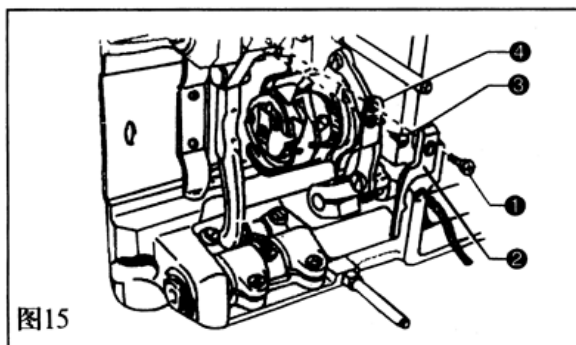
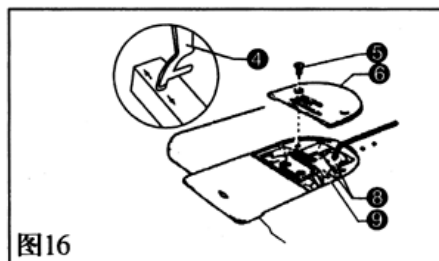
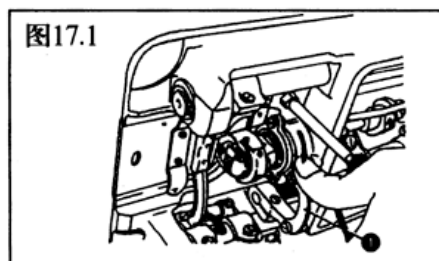

图15
图16
图17.1
### 13.1 定刀和动刀的更换 (图15、图16、图17.1 (旋刀))
2. 取下紧固螺钉①和旋梭定位钩②
3. 拆下沉头螺钉③和定刀④
- ※切线不良时请磨定刀④(如图16)